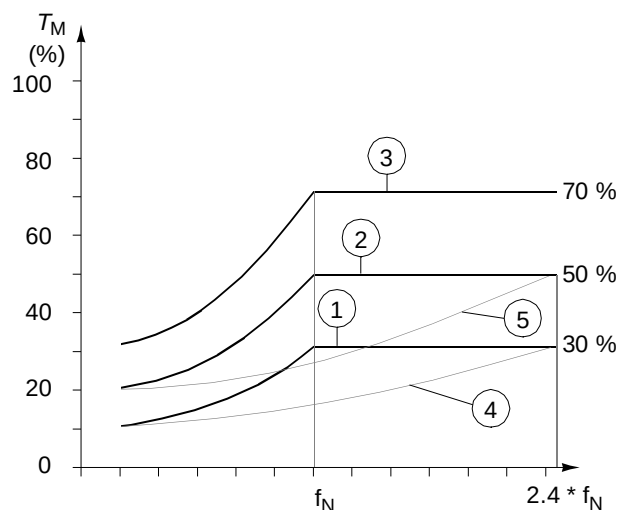

图 6-21 欠载曲线形式。 T_M 为电机的额定转矩， f_N 为电机的额定频率。
30.15 UNDERLOAD CURVE 此参数提供了图 6-21 中所示的五种可选曲线。如果负载掉到设定曲线下的时间超过参数 30.08 的设置，欠载保护将起动。在启动数据参数 7 设定的电机额定频率处，曲线 1 ... 3 达到了最大值。